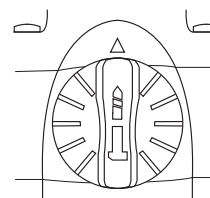

Abb. 7, Bohrmodus
1. Stellen Sie den Funktionswahlschalter (4) auf das Bohrsymbol , um mit dem Elektrowerkzeug Bohrarbeiten auszuführen (Abb. 7).